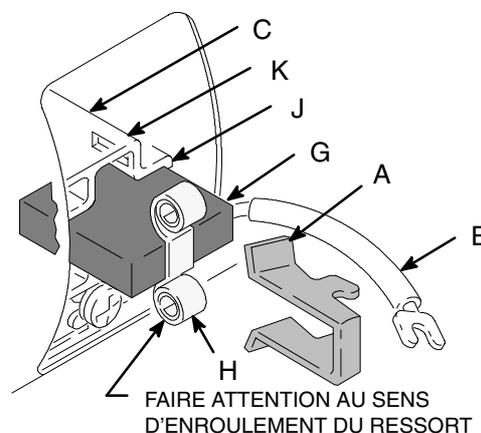

Fig. 6 01227
7. Fig. 6. Placer le nouveau balai (G) de manière que le fil soit placé dans l'encoche longue (J) du porte-balai (C).
9. Fig. 6. Placer le ressort (H) sur le balai (G).
10. Fig. 6. Monter le clip (A) et le pousser vers le bas pour qu'il s'emboîte dans les encoches courtes (K) du porte-balai (C).